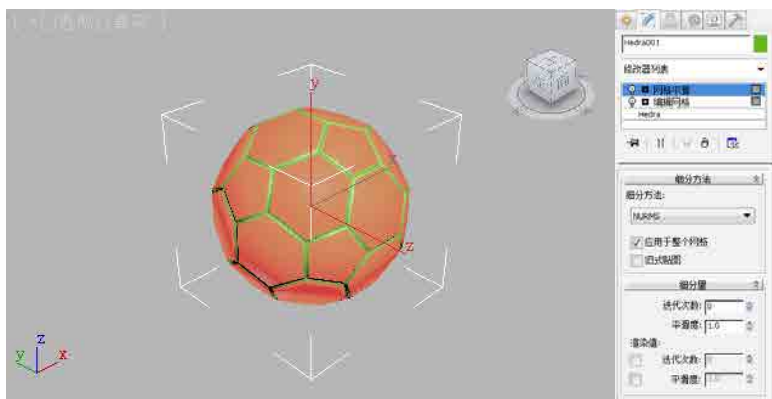

图3-72
- 09 单击  (多边形) 按钮, 退出当前编辑模式, 选择  下拉列表框中的 **网格平滑** 选项, 设置 **细分** 卷展栏中的 **迭代次数** 为0, 创建效果与参数面板如图3-72所示。